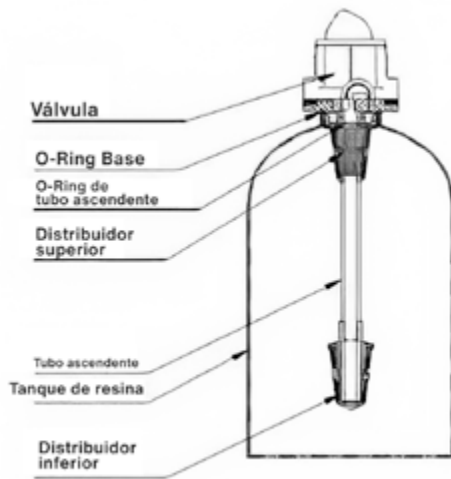

Figura 1-1
A. Como muestra la figura 1-1, se toma el tubo ascendente con el diámetro externo de 26.7mm. Pegue el tubo ascendente al distribuidor inferior y colóquelo dentro del tanque mineral, corte el excedente del tubo que salga del tanque. Tape el tubo ascendente cuando llene con el material filtrante.